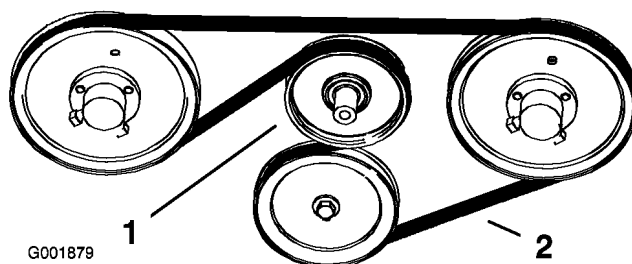

Figura 65
idraulica (Figura 65). Togliete la cinghia tra le pulegge.
3. Montate la nuova cinghia attorno alle pulegge del motore e della pompa idraulica (Figura 65).
4. Abbassate il tendicinghia a molla e allineatelo sotto la cinghia di trazione. Rilasciate la pressione del tendicinghia a molla (Figura 65).